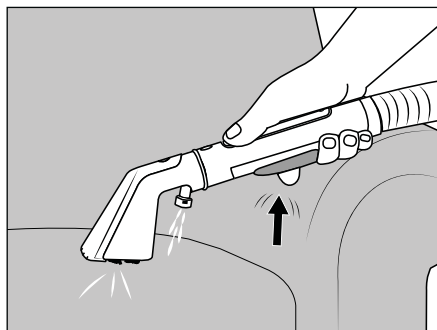

Abb. 6
(1) Achten Sie darauf, dass beim Betrieb des Geräts die Saugöffnungen ❷/❸ der Polsterdüse ❷ bzw. der Fugendüse ❸, nicht blockiert werden. Eine Blockade kann durch herumliegende, lose Gegenstände, Fusseln, Haare o. Ä. verursacht werden. Dies kann dazu führen, dass die Polsterdüse ❷ bzw. die Fugendüse ❸, beschädigt werden und nicht mehr ordnungsgemäß funktionieren. (2) Überprüfen Sie vor der Reinigung von Polstern/Teppichen das Herstelleretikett auf besondere Pflegeanweisungen. Das Gerät ist nicht geeignet für empfindliche Textilstoffe (z. B. Seide, Leder, Flokati etc.). (3) Testen Sie bei der Verwendung von Reinigungsmitteln (Essigreiner und Polsterreinigungsmittel) die Farbestabilität. Beginnen Sie die Reinigung mit dem Gerät immer zuerst an einer unauffälligen Stelle. (4) Das Gerät muss vor dem Betrieb ordnungsgemäß montiert sein und der Frischwasserbehälter ❷  muss befüllt sein. (5) Schalten Sie das Gerät aus, bevor Sie die Polsterdüse ❷ und die Fugendüse ❸ miteinander wechseln. (6) Ist der Schmutzwasserbehälter ❸  voll, schließt der Schwimmer ❹ die Saugöffnung und das Gerät läuft mit erhöhter Drehzahl. Schalten Sie das Gerät sofort aus (siehe Kapitel 7.1. **Schmutzwasserbehälter reinigen**).
- ◆ Klappen Sie die Tragegriffe ❶ nach oben und tragen Sie das Gerät zu dem Ort, wo Sie es benötigen.
- ◆ Nehmen Sie den Sprüh-/Saugschlauch ❶ aus den Schlauchhalterungen ❶/❷.
- ◆ Halten Sie die Polsterdüse ❷ 2-3 cm über den zu reinigenden Bereich. Betätigen Sie die Sprühtaste ❸, um Wasser/Reinigungslösung aus der Sprühdüse ❸ aufzutragen (siehe Abb. 6).